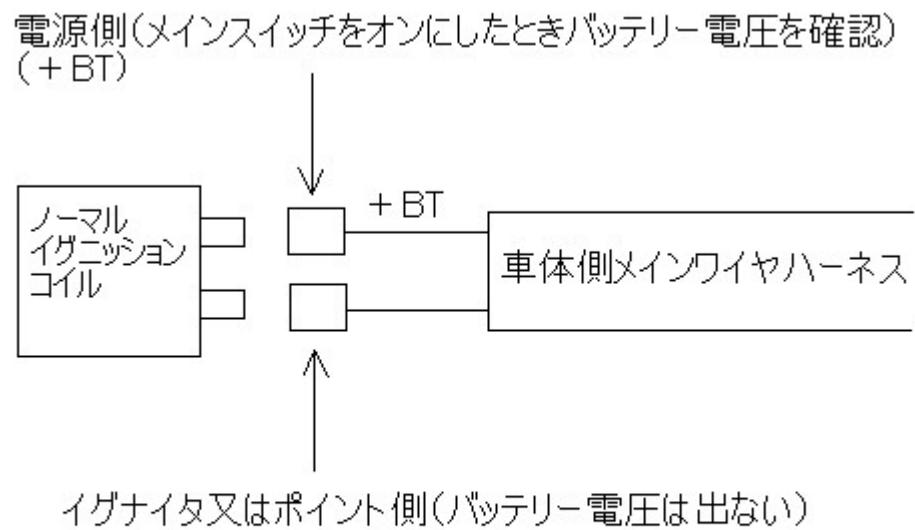
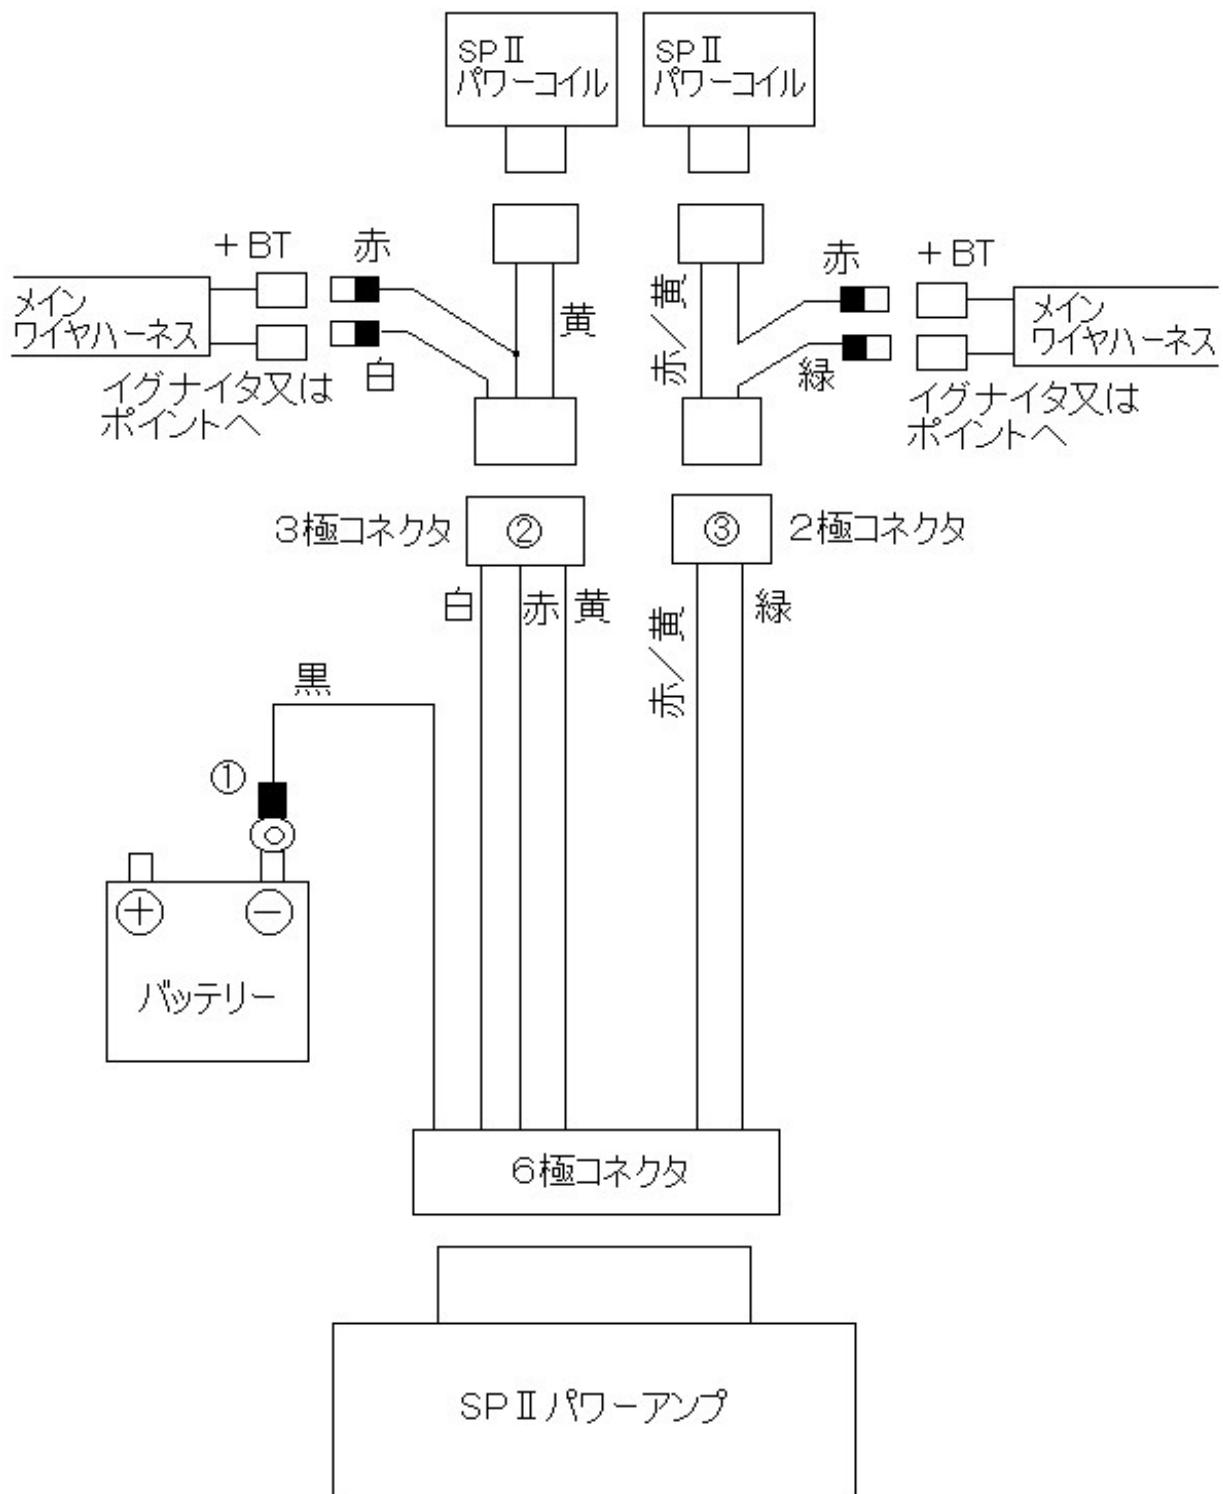

図1 電源側の確認
図2 配線図
- ① ノーマルイグニッションコイルを取り外して下さい。取り外した後、車体側の配線で電源側、イグナイタ側をテスターで確認して下さい(図1参照)
- ② SP2 パワーコイルとプラグコードを7、8ページ「プラグコードコネクタ装着方法」に従って接続して下さい。
- ③ SP2 パワーアンプの位置を設定し両面接着シートで固定して下さい。アンプは熱を発生しますので風通しに十分注意してください。
- ④ 図2のように SP2 ワイヤーハーネスを接続して下さい。配線の長さを適当にカットして調整して下さい。図の②③のコネクタは相手側と配線色が同じになるようにセットして下さい。①のアース端子は付属の熱収縮チューブで保護して下さい。イグニッションコイルが2個の場合、②③のコネクタにどちらのコイルが接続されても構いません。イグニッションコイルが1個の場合②の3極コネクタのみになります。
芯線が銅線数本よりのもの(図1)はそれを芯線として折り返す。